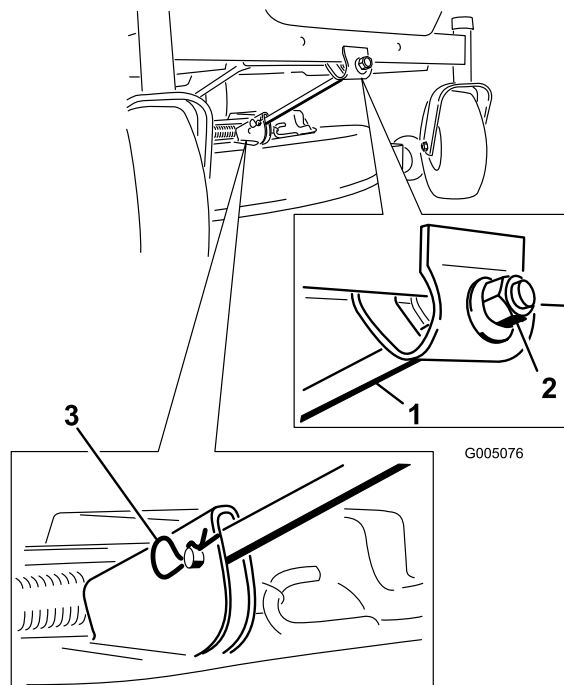

Figura 52
4. Retire el pasador y la chaveta de la varilla de soporte delantera (Figura 52). Baje cuidadosamente la parte delantera de la plataforma del cortacésped al suelo.
- Conecte la varilla de soporte delantera a la plataforma del cortacésped con el pasador y la chaveta (Figura 52).